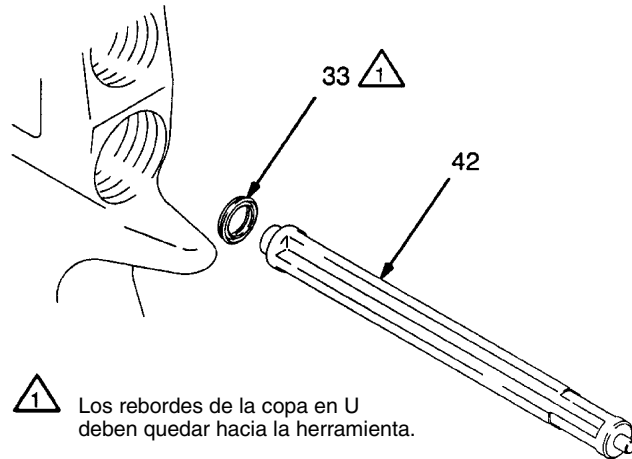

Fig. 9
5. Colocar la nueva junta de la copa en U (33) sobre la herramienta de instalación de juntas (42) con los rebordes de la copa en U hacia la herramienta, tal como se muestra en la Fig. 9.
6. Empujar la empaquetadura (33) en la pistola hasta que se sienta el encaje definitivo.